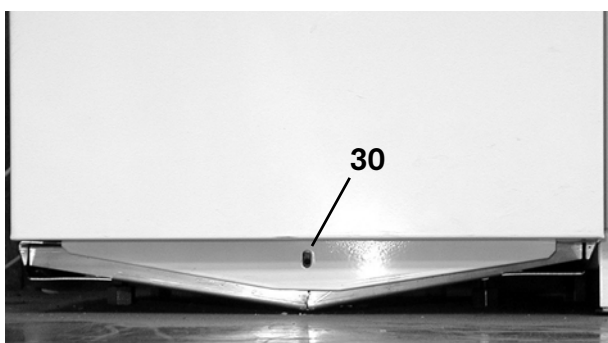

Fig. 18
- ▶ Verwijder de blokkeerschroef (fig 18 nr. 30) van de deur.